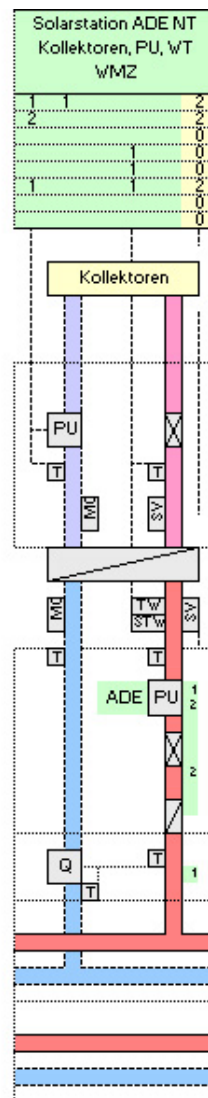

Bild 13
13. Solaranlage (SO) (Bild 13)